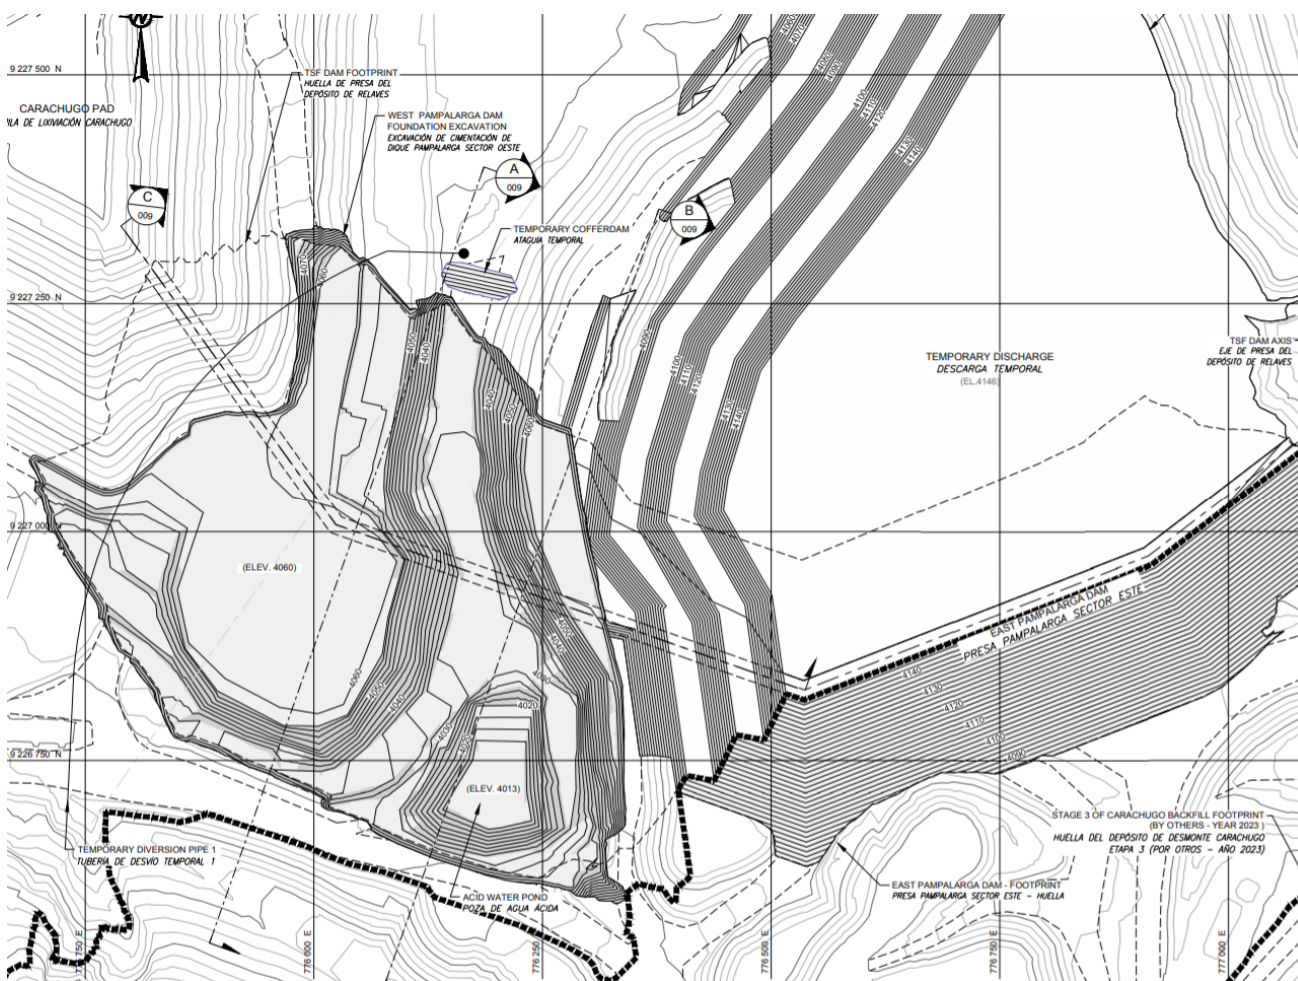

Figura 7: Área de Excavación de la Presa Pampa Larga Sector Oeste
- Cuando MYSRL requiera construir el depósito de relaves Pampa Larga, se iniciarán las labores con la excavación de la Presa Pampa Larga Sector Oeste. El volumen por remover corresponde a 1.73 M-m³. La **Figura 7** presenta el área de excavación de la Presa Pampa Larga Sector Oeste.